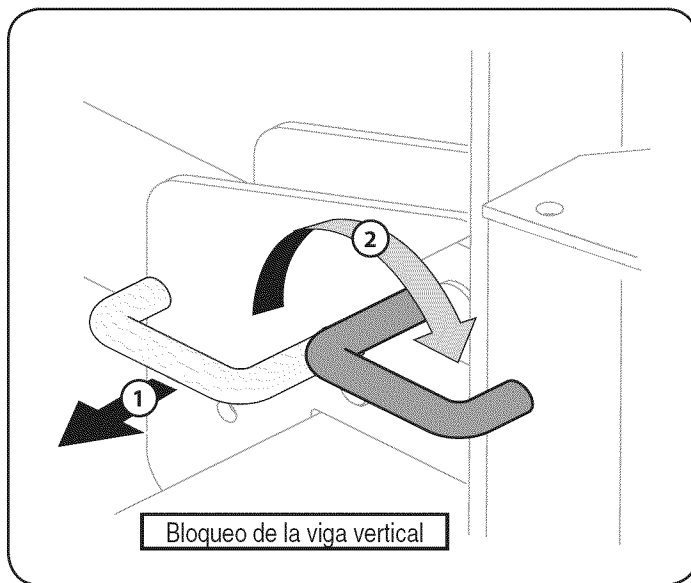

Figura 11
2. Para trabar la vigueta en posición vertical, tire del bloqueo de vigueta vertical y gírelo para ajustar la vigueta. Vea la Figura 11.